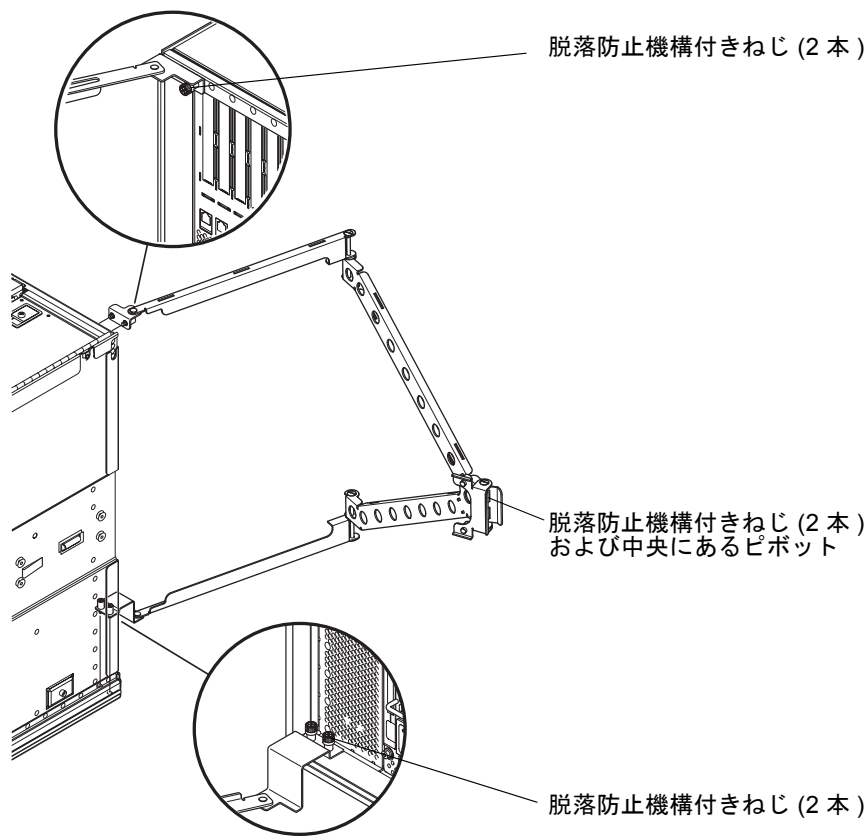

図 5-2 CMA-Lite ケーブル管理アーム
1. 次の部品を固定している 2 本の脱落防止機構付きねじ (図 5-2) を緩めます。
1. 2本の脱落防止機構付きねじを使用して、上部アームの端にあるピボットをシステム背面の上部に固定します (図 5-2)。